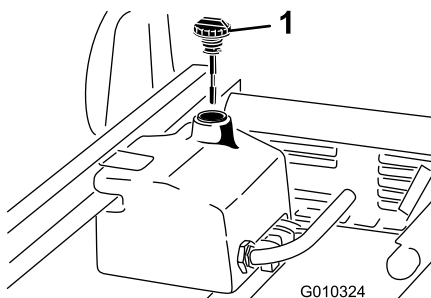

Figure 17
1. Nettoyez la surface autour du goulot et du bouchon de remplissage du réservoir hydraulique (Figure 17). Enlevez le bouchon du goulot de remplissage
2. Dévissez la jauge (Figure 17) du goulot de remplissage et essuyez-la sur un chiffon propre. Réinsérez la jauge dans le goulot de remplissage, sortez-la de nouveau et vérifiez le niveau de liquide. Il doit se situer entre les repères de la jauge.